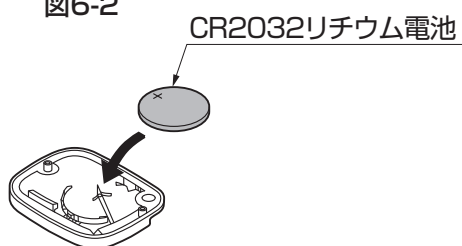

図6-3
- ③新しい電池は「+マーク」が見える向き(上側)にはめ込みます。(図6-3 参照)